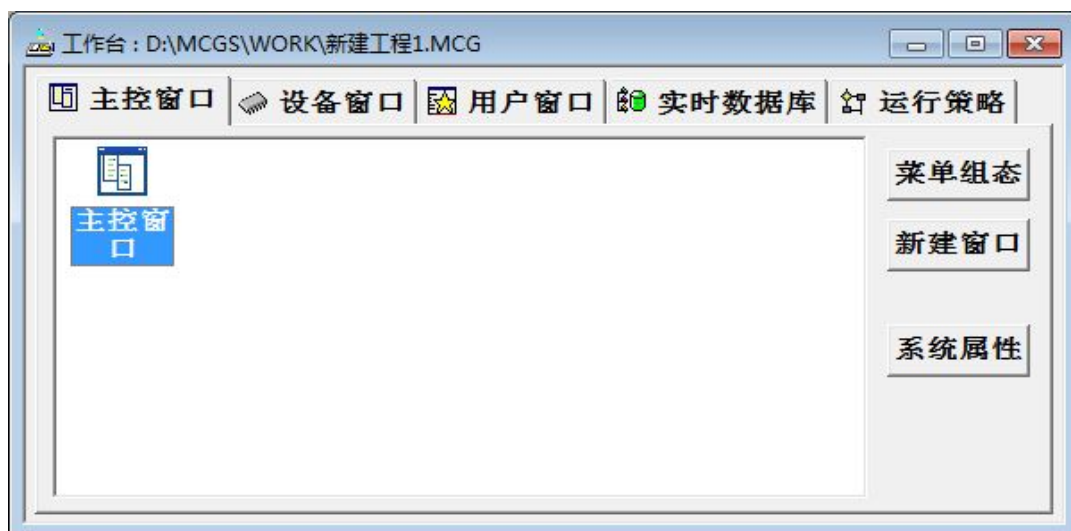

图 2-2-1
2、打开 MCGS 通用版组态软件，点击【文件】——【新建工程】，如图 2-2-1 所示：